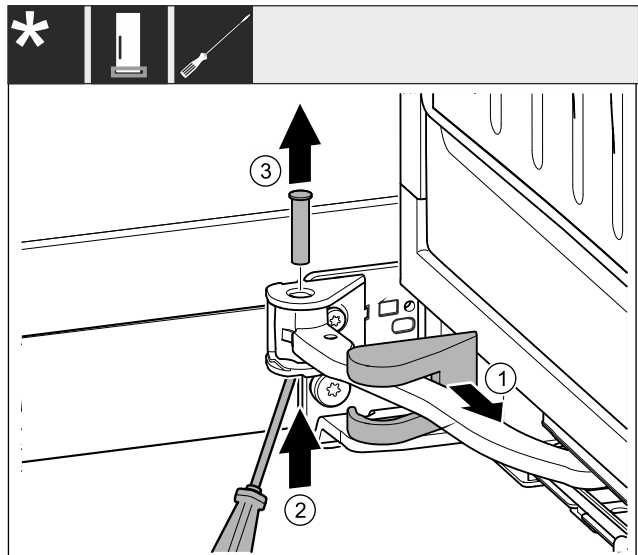

Fig. 5
- ▶ Dra av lagerbockskyddet och skjut det längs med leden. Fig. 5 (1)
- ▶ Lyft bulten nedifrån med fingrarna eller med skruvmejsel. Fig. 5 (2)
- ▶ Sätt skruvmejseln under bulthuvudet och dra ut. Fig. 5 (3)